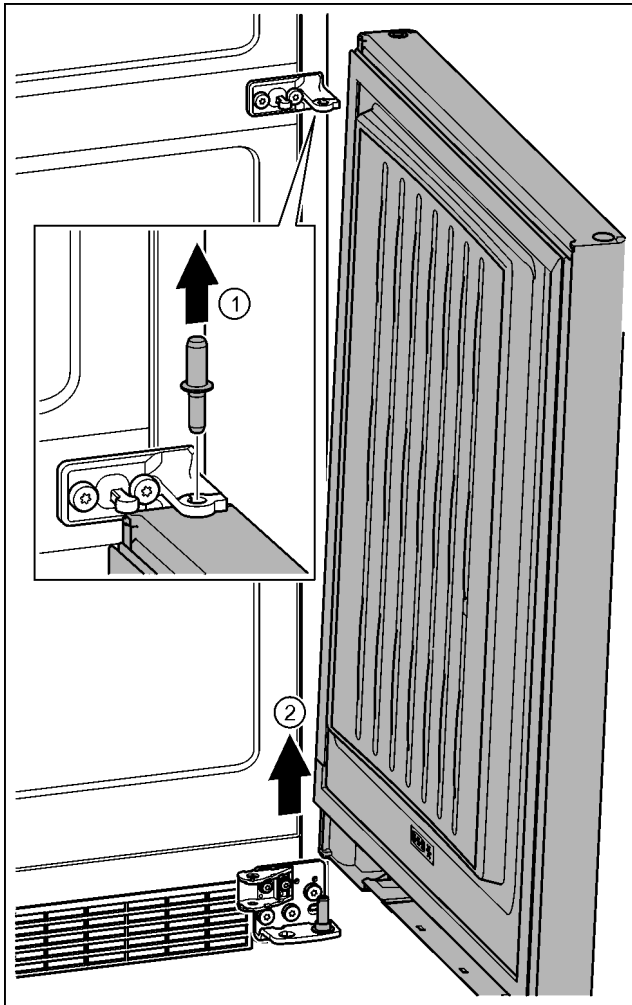

Fig. 22
- Čap vytiahnite nahor. Fig. 22 (1)
- Dvere vyklopte von, nadvihnite smerom hore a odložte nabok. Fig. 22 (2)